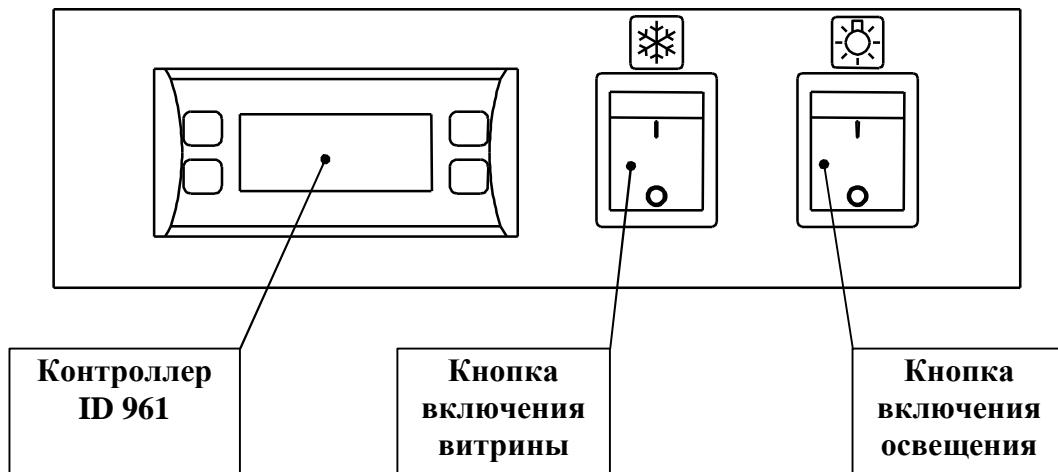

Рис. 2
- Электрическая система включает в себя панель управления (рис. 2),, распределительный блок, пуско-защитный блок компрессора, панель вентиляторов испарителя, встроенный светильник. В панели управления, расположенной вверху витрины, находятся выключатели питания и освещения, электронный регулятор (контроллер). Распределительный блок электрооборудования и автоматический защитный выключатель располагаются в подставке витрины.